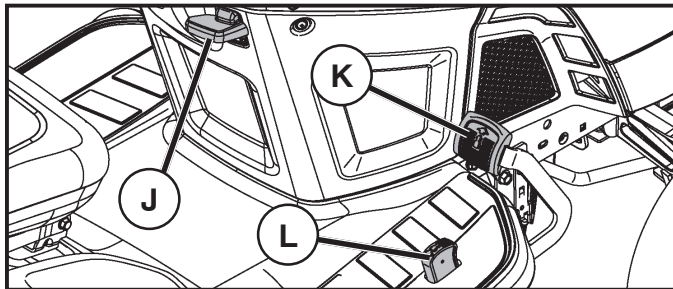

Fig. 7
POUR AVANCER ET POUR RECULER (Voir la Fig. 7)
COMMENT UTILISER LE RÉGULATEUR DE VITESSE (J) (Voir la Fig. 7)